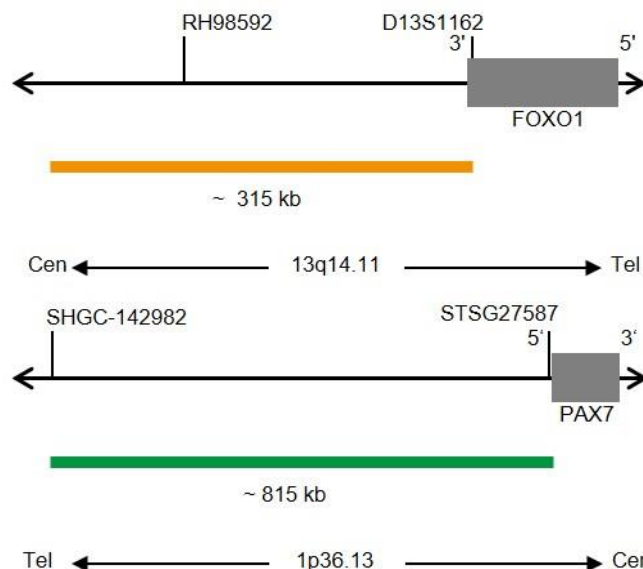

Fig. 1 : En haut : Carte de la sonde SPEC FOXO1 ; En bas : Carte de la sonde SPEC PAX7 (pas à l'échelle)
- Polynucléotides marqués au ZyOrange (excitation 547 nm/émission 572 nm) (~4,5 ng/ μ l), qui ciblent une séquence de 13q14.1* (chr13:40,816,168-41,132,595) proximale de la région des points de rupture de FOXO1 (voir figure 1).
- Polynucléotides marqués au ZyGreen (excitation 503 nm/émission 528 nm) (~10 ng/ μ l), qui ciblent une séquence de 1p36.13* (chr1:18,139,970-18,956,785) distale de la région des points de rupture de PAX7 (voir figure 1).